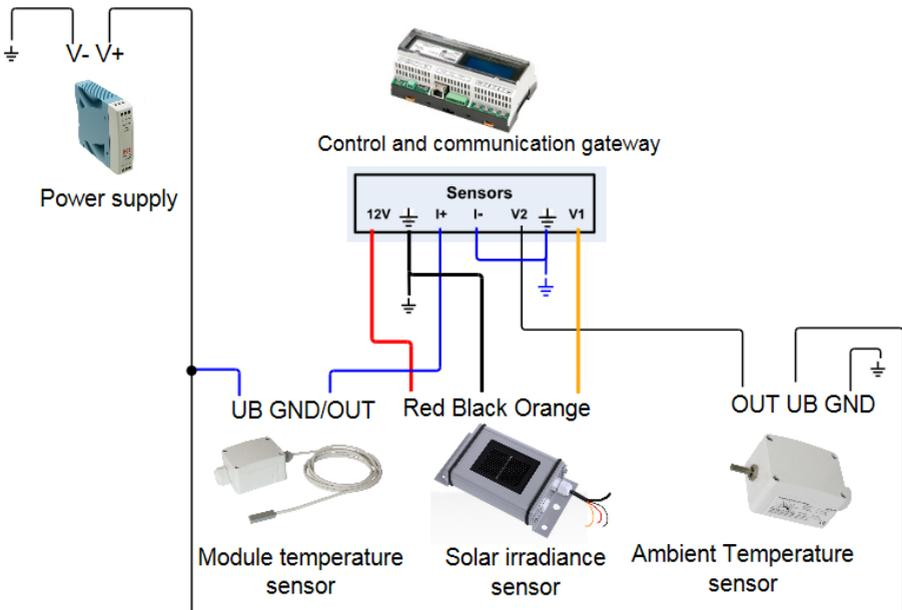

Abbildung 19: Schematische Darstellung Sensoranschluss
- 3** Je nach Sensorart nehmen Sie den Anschluss wie folgt vor (siehe Abbildung 19):